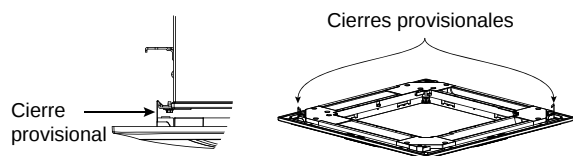
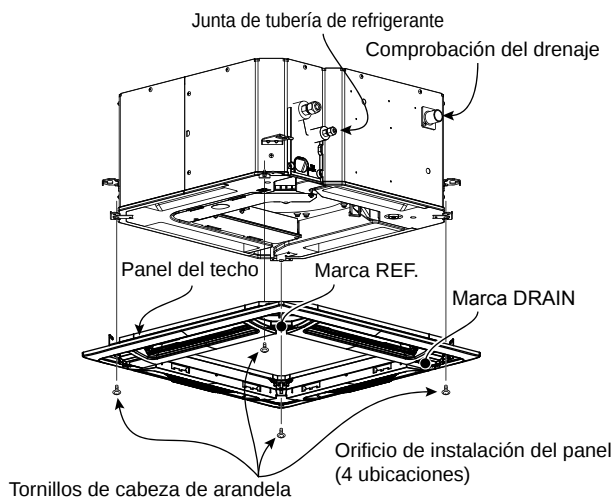

Fig. 9-22
Fig. 9-23
- (1) Suspenda los cierres temporales en el interior del panel del techo en el receptáculo de la unidad para fijar temporalmente el panel del techo en su lugar. (Fig. 9-22)
- Para quitar el panel del techo, sujételo mientras presiona los cierres temporales hacia fuera. (Fig. 9-22)
- (2) Alinee los orificios de instalación del panel y los orificios para tornillos de la unidad.
- (3) Apriete los tornillos de cabeza de arandela suministrados en los 4 lugares de instalación del panel de forma que el panel quede firmemente fijado a la unidad. (Fig. 9-23)